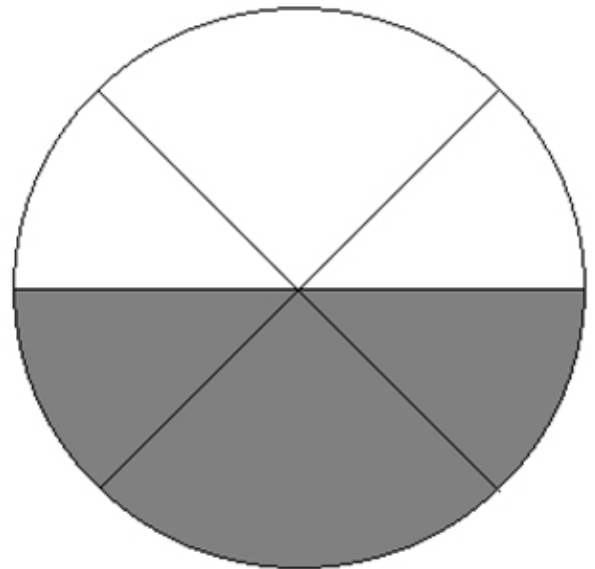

Fig.2
El refractómetro se basa en este principio para determinar los índices de refracción. Los rayos luminosos con distintos ángulos actúan en la superficie del refractómetro con ángulos de refracción siempre superiores a 90° . Con un telescopio se observa el rayo emergente y en el campo visible del telescopio se puede observar una imagen clara y oscura, dividida por una línea de limitación bien definida, como ilustra la fig. 2. La línea de demarcación del campo claro y oscuro es la posición del ángulo crítico.
Mientras tanto, el espejo orientable (3) gira alrededor del centro de la escala graduada y en la pantalla (6) se reflejan los valores de los índices de refracción de las distintas posiciones con la ayuda del espejo (10), del objetivo de lectura (9) y del prisma montado en paralelo (8) (ver la parte inferior de la fig. 2).